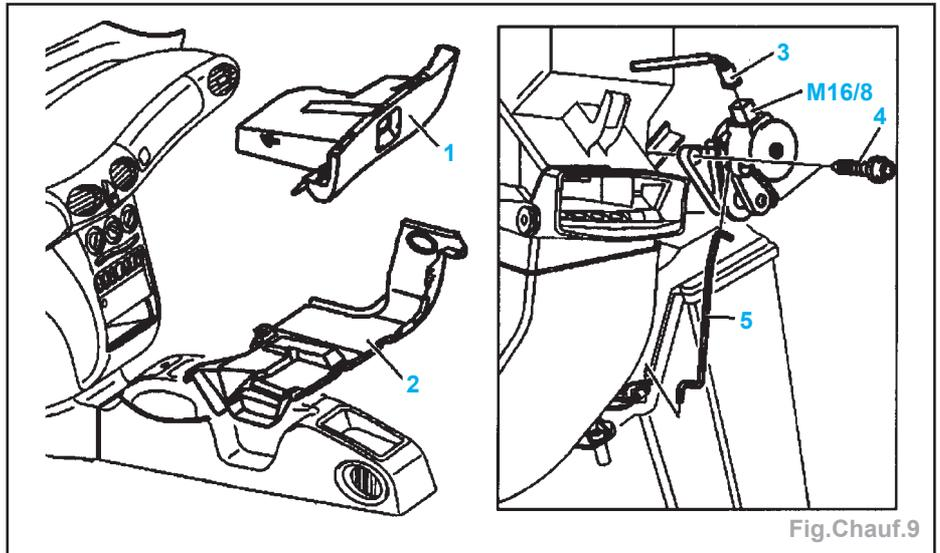

Fig.Chauf.9
- la boîte à gants (1) (Fig.Chauf.9),
- la partie inférieure de la planche de bord (côté passager) (2).
- Débrancher la fiche (3) du moteur (M16/8).
- Déposer le moteur (M16/8) et décrocher la tringlerie (5).